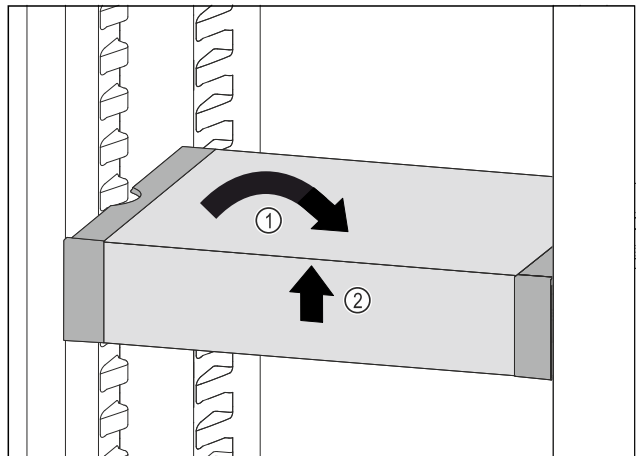

Fig. 55
- ▶ Coloque el VarioSafe en posición recta. Fig. 55 (1)
- ▶ Levante el VarioSafe por delante. Fig. 55 (2)